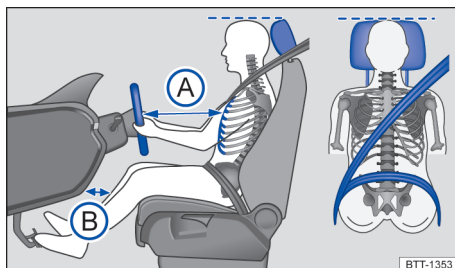

Fig. 20 Distancia correcta del conductor con relación al volante, posición correcta de la banda del cinturón de seguridad y ajuste correcto del apoyacabezas.
- Ajustar el asiento para que la distancia entre el volante y el tórax tenga como mínimo 25 cm → fig. 20 (A) y que el conductor pueda sujetar el volante del borde exterior con las dos manos y los brazos ligeramente doblados.
- Ajustar el asiento del conductor de manera longitudinal para que los pedales se puedan accionar con las piernas ligeramente dobladas y la distancia de la zona de la rodilla con el tablero de instrumentos sea de al menos 10 cm → fig. 20 (B).
- Ajuste el apoyacabezas para que su borde superior se encuentre preferentemente en la misma línea de la parte superior de la cabeza → fig. 20, pero no por debajo de la altura de los ojos. Posicionar la parte posterior de la cabeza lo más cerca posible del apoyacabezas.